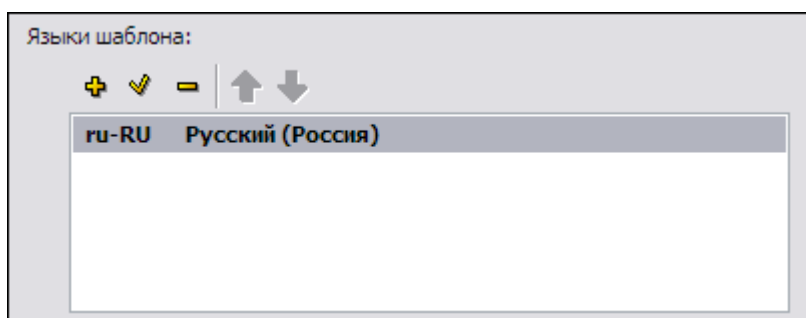

Рис. 1.25
3. Нажмите на кнопку . В окне **Языки шаблона** отобразится название выбранного языка (Рис. 1.25).